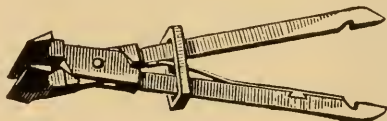

Fig. 24.
14. *Pince à nerfs* (fig. 24), pour former les nerfs dans les